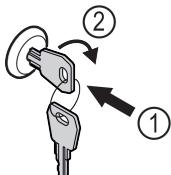

Fig. 131 Примерное изображение
- Вставьте ключ Fig. 131 (1).
- Поверните ключ на 90° по часовой стрелке Fig. 131 (2).